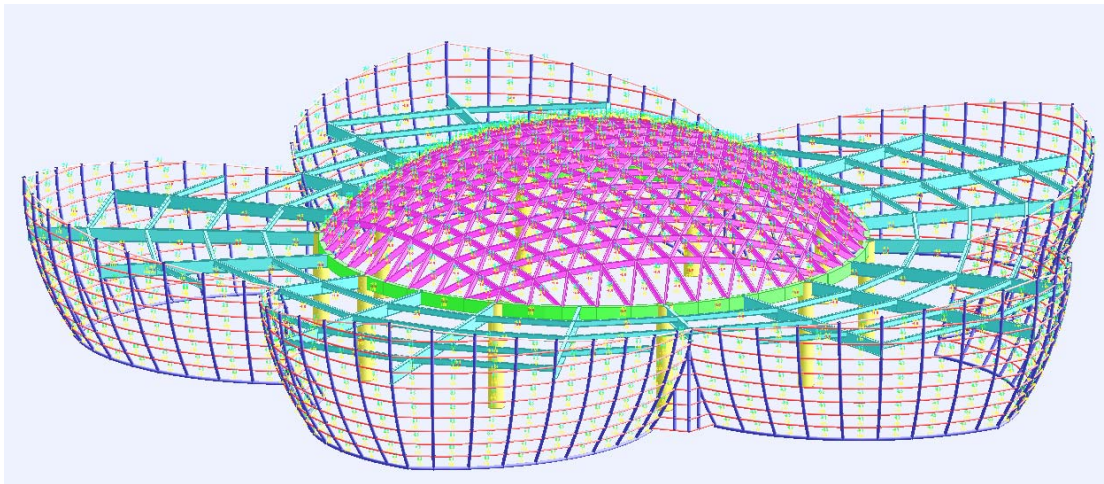

图 10. 模型荷载
7. 如图 10 所示，加载网格荷载，首先加载在穹顶，在图层中只显示穹顶，然后用平面加载网格命令，然后用 ch 命令修改网格参数，过滤选择网格荷载，把厚度设为 0.012 米，材料选择普通玻璃。然后使用网格加载命令，恒载设置为-1，活载为-0.5。再使用风荷载网格命令，设置好左右分型和体型系数，以及垂直面和水平方向的风荷载。